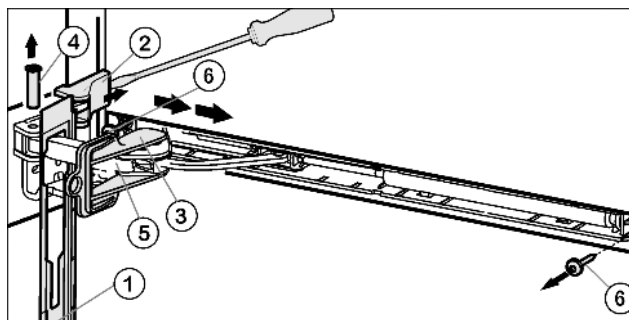

Fig. 5
- ▶ Krytku posuňte dopředu přes třmen tlumiče Fig. 5 (5) směrem k přístroji.
- ▶ Pojistku Fig. 5 (3) zaklesněte do podélného otvoru.
- ▶ Kryt Fig. 5 (2) nadzvedněte šroubovákem z vnější strany a vyjměte ho směrem ven.
- ▶ Čep Fig. 5 (4) zespod vytlačte.
- ▶ Třmen tlumiče Fig. 5 (5) tlačte ve směru dveří.
- ▶ Krytku Fig. 5 (1) sejměte.
- ▶ Odšroubujte jednotku tlumiče zavírání (2krát Torx® 15) Fig. 5 (6).